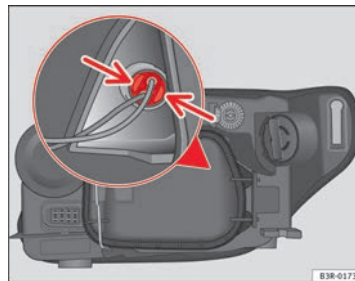

Fig. 214 Luz de posición (lado exterior vehículo)
- Presione ligeramente las pestañas del portalámparas ⇒ fig. 214 y tire hacia la tapa (también se puede extraer tirando de los cables del portalámparas).